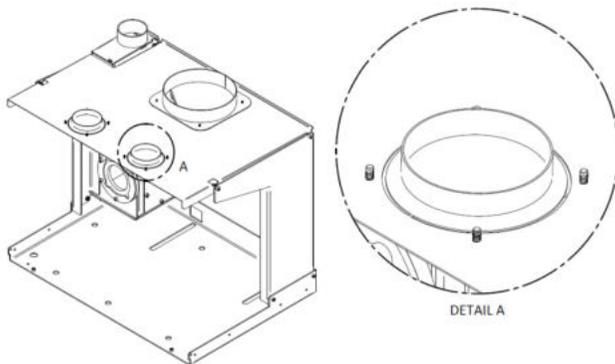

Figura 21 – Instalação inserível a pellets
4. É importante que os parafusos ou rebites usados para fixar as bocas sejam colocados de baixo para cima, de modo que para o interior do inserível fique uma altura mínima para não interferir com a extração adequada do equipamento para manutenção, ver a Figura 21.